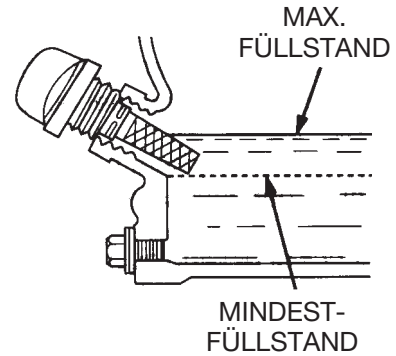

Abb. 6. Motorölmessstab (Ölstand)
4. Bei niedrigem Ölstand (Abb.6) die empfohlene Ölsorte (Tabelle 3) bis zur Kante der Öleinlassöffnung einfüllen.